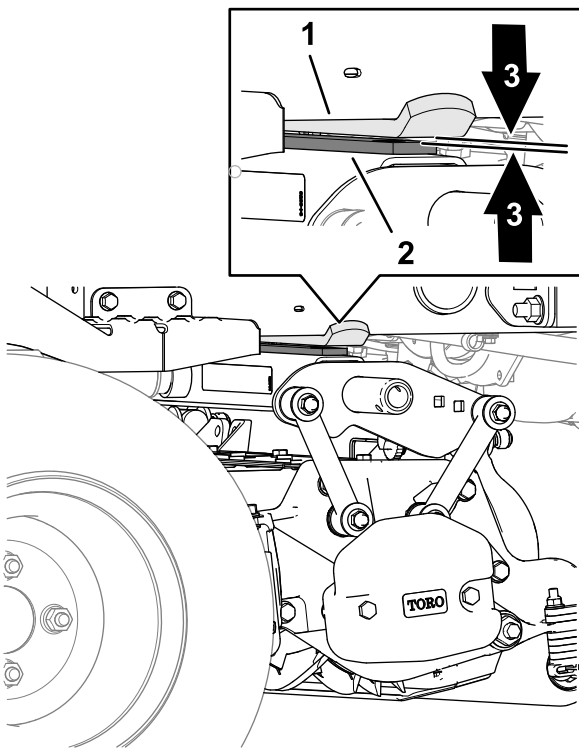

Bild 25
4. Messen Sie am hinteren Mähwerk den Abstand zwischen dem Verschleißbands an der Oberseite der Verschleißleiste des hinteren Mähwerks und dem Anschlag des Stoßfängers (Bild 25).